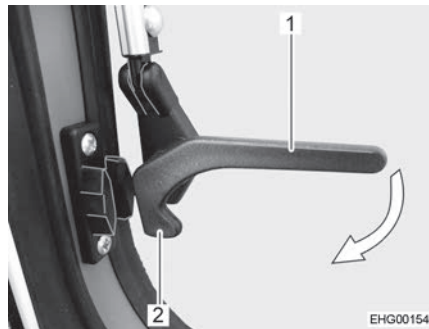

Fig. 31 Levier de verrouillage, latéral, (position "Ouvvert")
- Tourner les leviers de verrouillage latéraux (Fig. 31,1) d'un quart de tour en direction du cadre de la fenêtre jusqu'à ce que le tenon de verrouillage (Fig. 31,2) s'enclenche.